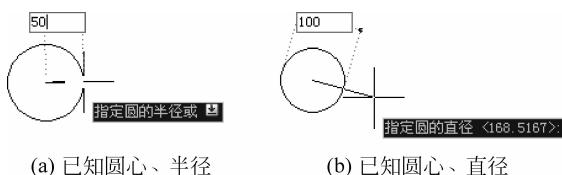

图 5-14 绘制圆心、半径(直径)圆
图例：如图 5-14 所示。
- 执行默认选项，可直接给出圆心和半径绘制圆，如图 5-14(a)所示。
- 若已知圆心和直径，先确定圆心位置后，在响应 D 选项后直接输入直径数据绘制圆，如图 5-14(b)所示。